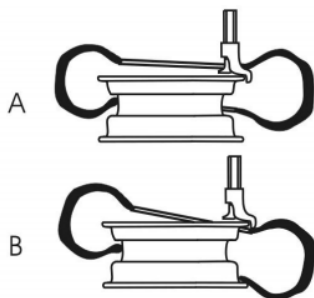
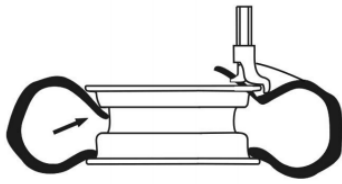

Abb.23
Abb.24
- Drücken Sie den mittleren Teil des Reifens nach unten. Drücken Sie das Pedal L, um den Drehtisch im Uhrzeigersinn zu drehen, sodass der untere Reifenwulst vollständig in die Felgennut fällt (siehe Abb.23-A).
- Um den oberen Reifenwulst zu installieren, platzieren Sie den Reifen richtig und passen Sie die Position des Reifenwulsts an (wie bei der Montage des unteren Reifenwulsts in Abb.23-B). Drücken Sie den Reifen gegenüber dem Montage-/Demontagekopf in die Felgennut (siehe Abb.24).